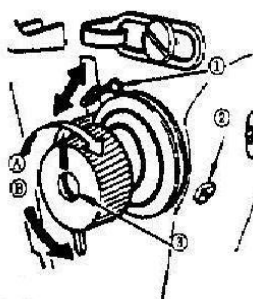

Рис. 15
1. Повернув винт регулятора натяжения (2) по часовой стрелке (в направлении С), Вы усилите натяжение нити в шпулке.
9. ПРУЖИНА НИТЕПРЯГИВАТЕЛЯ (Рис. 15).